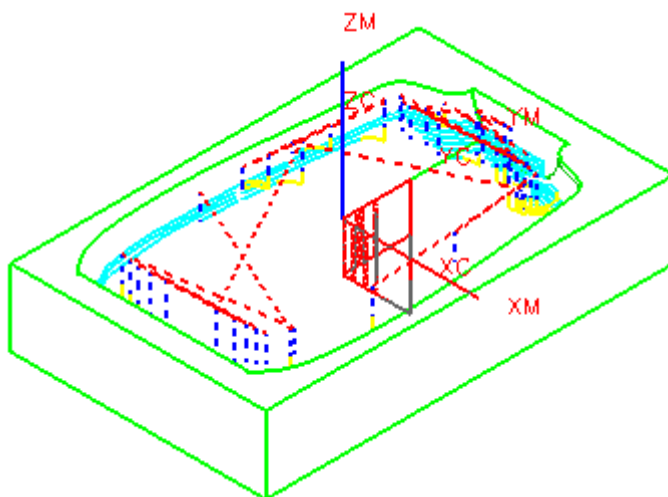

图 5-59
- 单击 , 设置如图 5-58 所示的参数, 单击 OK, 定义如图 5-59 所示的加工表面, 再单击 OK。